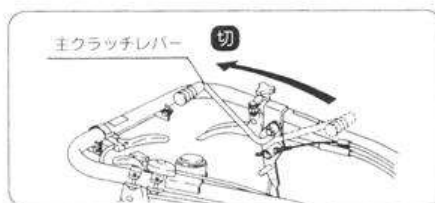

図12
- ① 主クラッチレバーを [切] 位置にします。(図12)